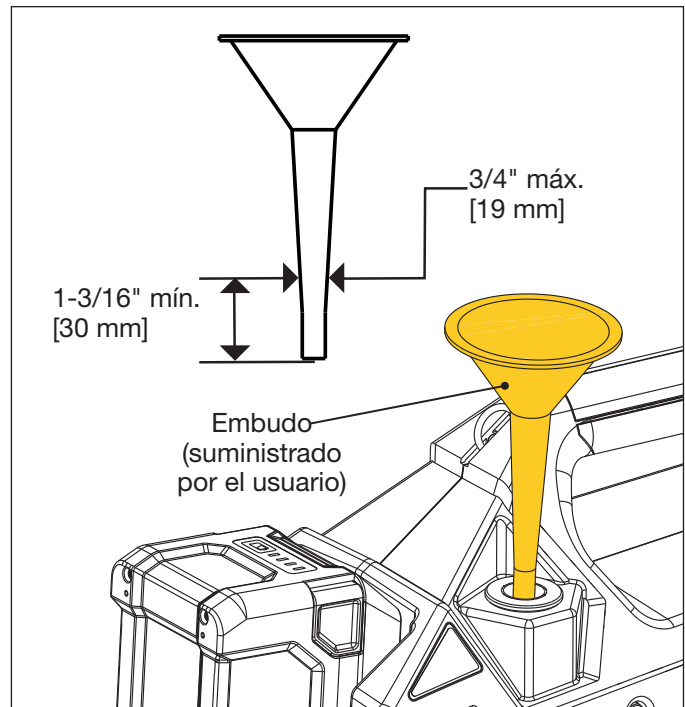

Figura 13: Añadir aceite con el embudo
5. Coloque un embudo (con un diámetro exterior máximo del vástago de 3/4" [19 mm] y una longitud mínima de 1-3/16" [30 mm]) por la abertura de llenado y dentro del tubo de llenado de aceite. Véase Figura 13.